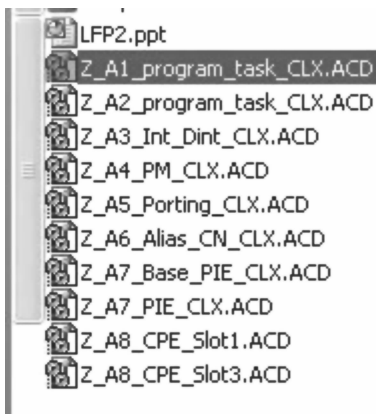

图 11-1 选择打开项目文件
2. 双击 Z_A1_program_task_CLX.ACD 文件以在 RSLogix 5000 中启动该项目，如图 11-1 所示。